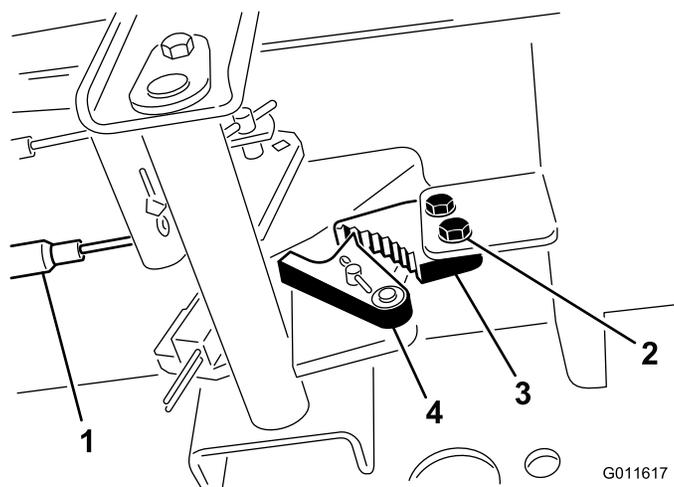

Рисунок 76
1. Ослабьте два винта крепления защелки стояночного тормоза к раме (Рисунок 76).
2. Нажмите педаль тормоза вперед до тех пор, пока углубление тормоза не войдет полностью в зацепление с защелкой тормоза (Рисунок 76).